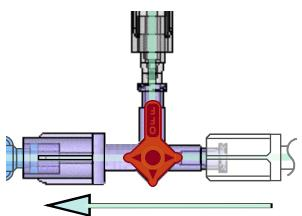

Рис. 6 — промывание физиологическим раствором (экономия ВЫКЛ.)
- a. При промывании физиологическим раствором поверните запорный кран DyeVert Power XT Stopcock в положение OFF (ВЫКЛ.) для запорного крана (см. рис. 6).